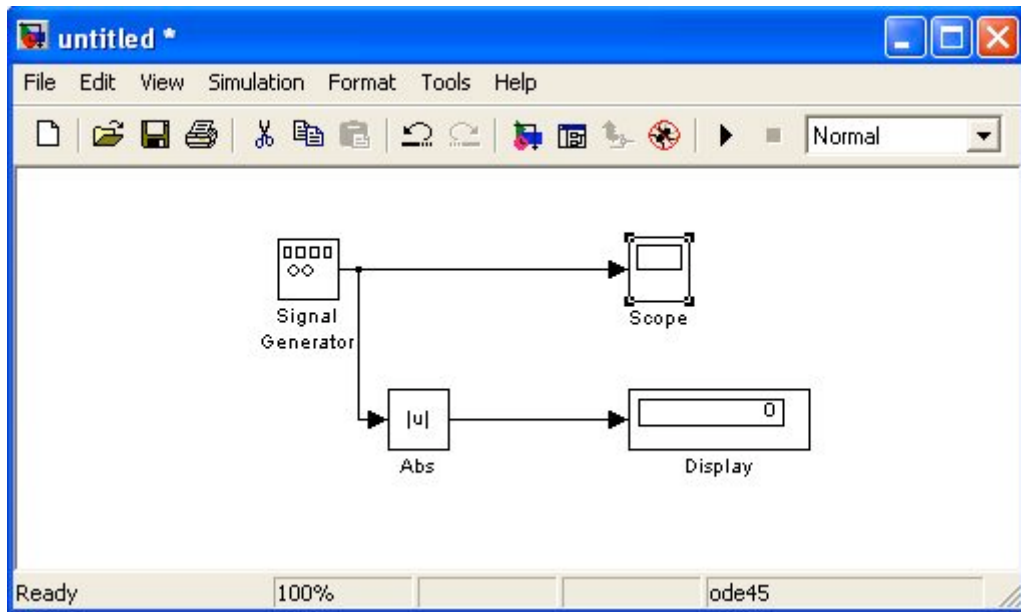

Fig. 1.6. Schéma du modèle
- Après l'installation sur le schéma de tous les blocs des bibliothèques demandées, il est nécessaire de procéder à la liaison des éléments du schéma. Pour relier les blocs, il est nécessaire d'indiquer avec le pointeur de la souris la sortie du bloc, après appuyer et, sans relâcher le bouton gauche de la souris, mener une ligne jusqu'à l'entrée de l'autre bloc. Après cela relâcher le bouton. Pour créer le point de bifurcation sur la ligne de liaison, il suffit d'emmener le pointeur au point de nœud proposé, en appuyant sur le bouton droit de la souris, tirer la ligne. Pour supprimer la ligne, il faut la sélectionner (comme pour le bloc), et ensuite appuyer sur le bouton Delete sur le clavier. Le schéma du modèle, sur lequel sont exécutées les liaisons entre les blocs, est représenté sur la fig. 1.6.
La fenêtre du modèle a la forme habituelle pour Microsoft Office et contient les éléments suivants (fig. 1.6) :